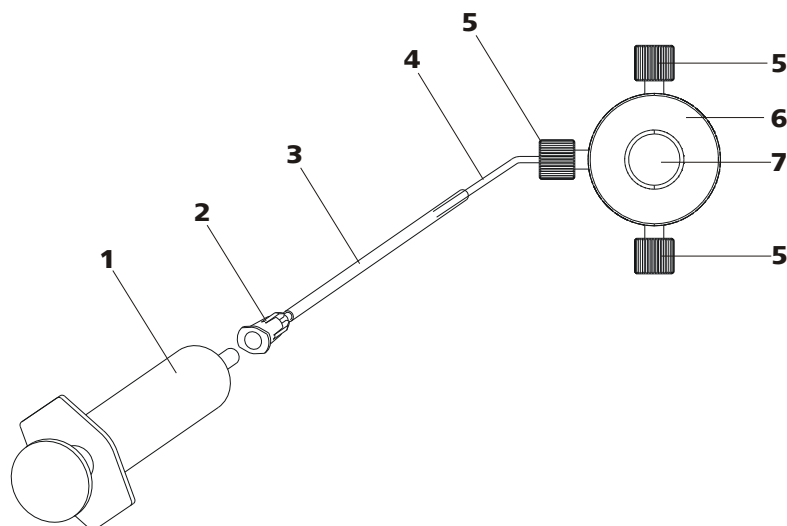

Figura 20 Purga de la bomba de alta presión
Purgue la bomba de alta presión como se indica a continuación (véase Figura 20, página 38):
- Inserte la jeringa (20-1) en el conector Luer (20-2) de la cánula de purga (véase Figura 20, página 38).